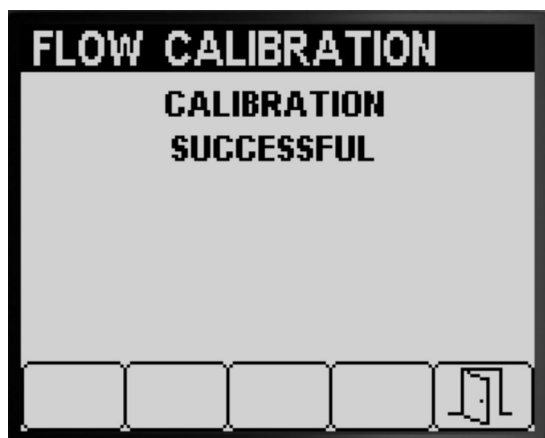
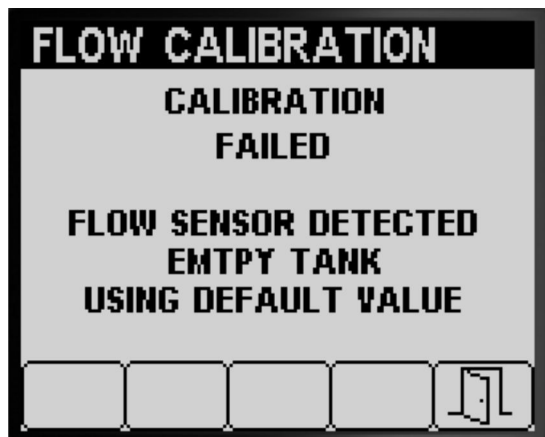

Рисунок 55
Рисунок 56
- Сообщение, подтверждающее, что калибровка расхода выполнена успешно (Рисунок 55).
- Появится сообщение, что калибровка расхода не пройдена (Рисунок 56).
3. Нажмите кнопку 5 для выхода из экрана Speed Calibration (Калибровка скорости) (Рисунок 55, Рисунок 56 и Рисунок 57).